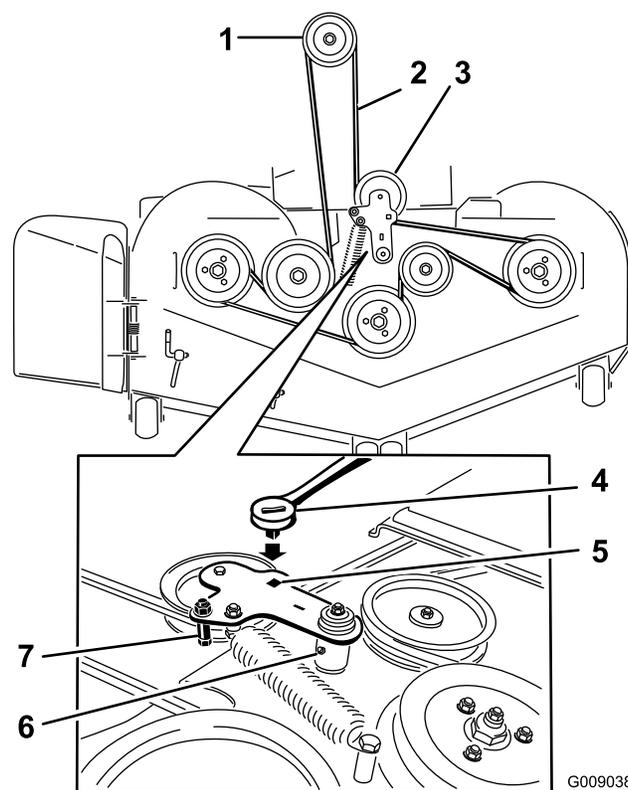

Рисунок 95
8. Вставьте ключ с храповым механизмом в квадратное отверстие в рычаге натяжного ролика, чтобы снять натяжение пружины натяжного ролика (Рисунок 95).
10. Проложите новый ремень вокруг шкивов газонокосилки и шкива муфты под двигателем (Рисунок 95).
11. Поверните и убедитесь, что выступ направляющей ремня упирается в поворотную ступицу (Рисунок 95).
12. Вставив ключ с храповым механизмом в квадратное отверстие, проложите ремень вокруг подпружиненного натяжного ролика (Рисунок 95). Зацепите концы пружины за канавки штырей.